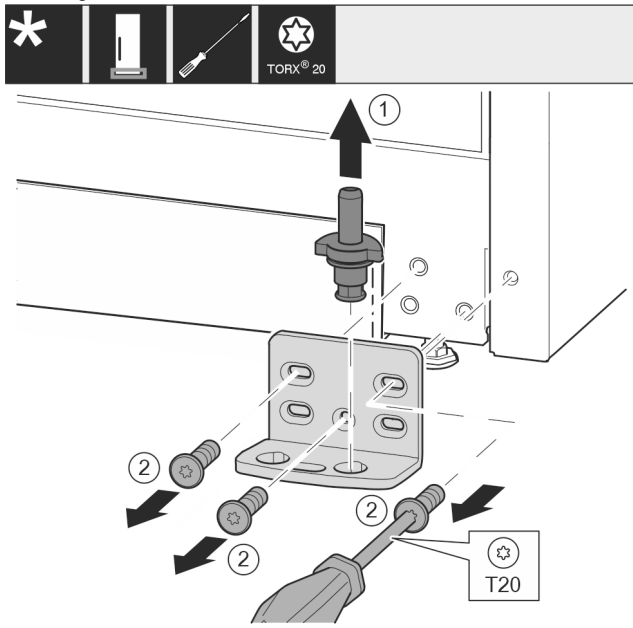

Fig. 18 *
- Lagerbolzen Fig. 18 (1) komplett nach oben herausziehen.*
- Schrauben Fig. 18 (2) mit Schraubendreher herausdrehen und Lagerbock abnehmen.*